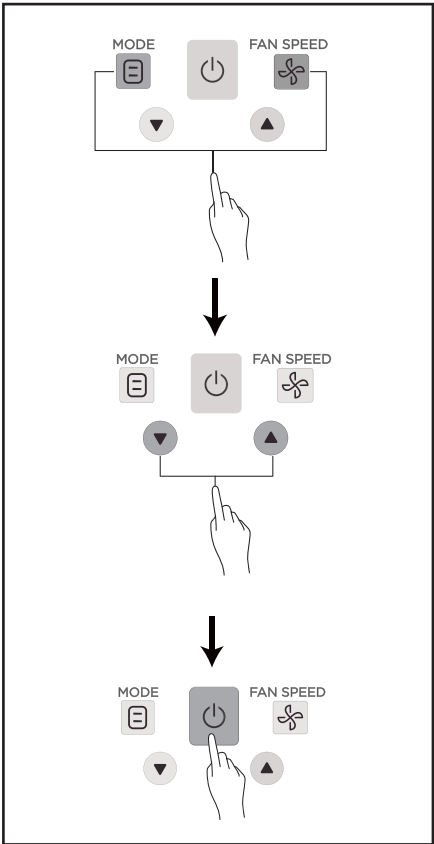

Figura 4.5
- Após ajustar, pressione  ou aguarde 5 segundos para salvar as configurações do parâmetro. A sequência de operação dos botões é exibida na Figura 4.5.